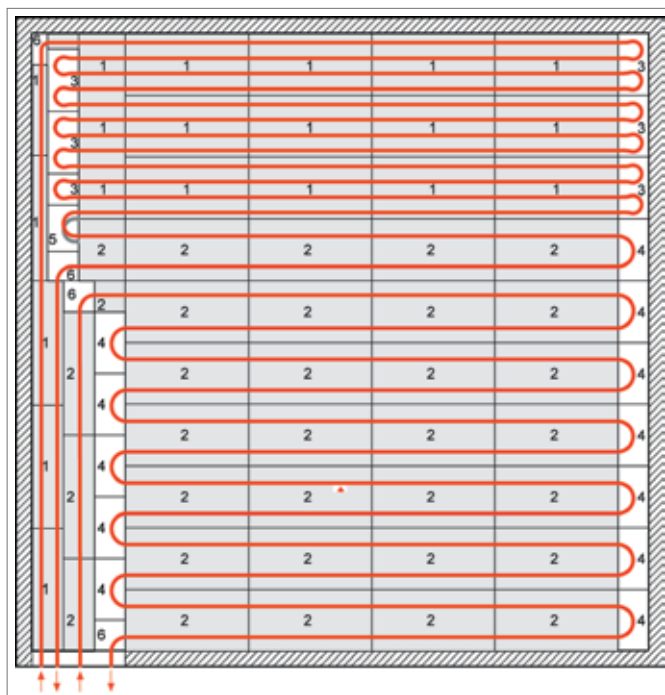

图25-65 瑞好干式系统安装设计图例
- 按照安装设计图安装瑞好板，不留缺口（参见图 25-65）。如果需要，用瑞好管槽切割器将管道导向装置切割成填充板。